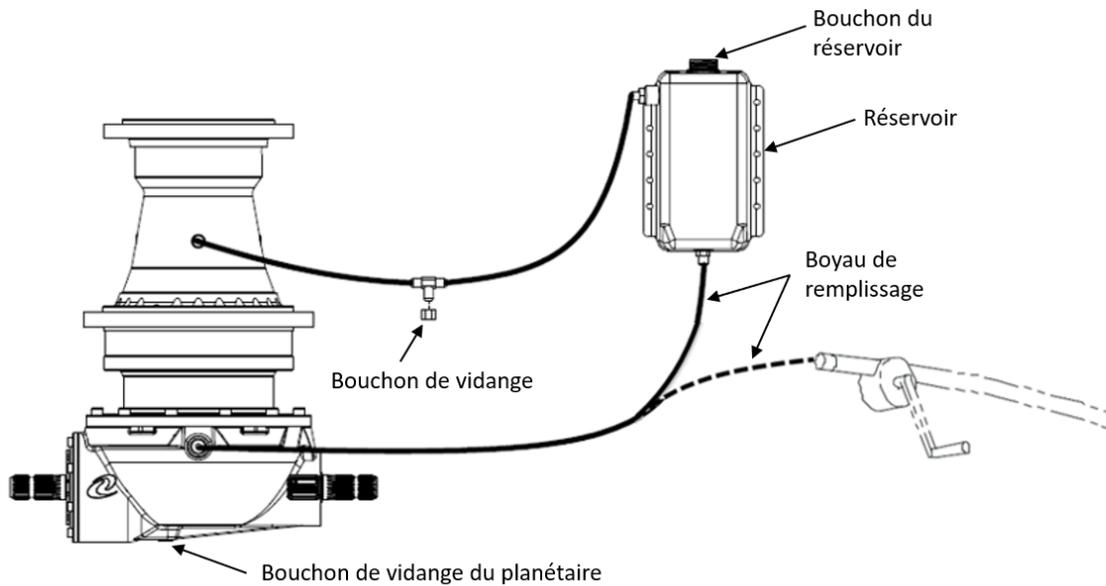

Figure 31 — Réservoir d'huile
1. Enlevez le bouchon du réservoir d'huile (Figure 31).
1. Enlevez le bouchon de vidange situé complètement en dessous du planétaire (Figure 31). L'huile va s'évacuer. Recueillez-la dans un récipient.
1. Dévissez le bouchon de vidange qui se trouve sur le raccord hydraulique en T situé sous le mélangeur (Figure 31). Cela va éviter qu'une surpression se crée à l'intérieur du planétaire lors du remplissage.
7. Dévissez le boyau hydraulique sous le réservoir et branchez-y une pompe correctement calibrée (Figure 31). Ajustez la pompe pour que son débit et sa pression soient très bas afin d'éviter de créer une surpression à l'intérieur du planétaire.